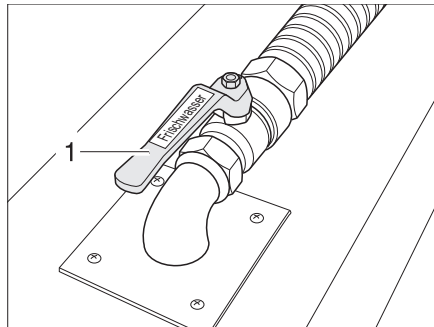

Fig. 256 Robinet de vidange dans le double plancher
Le robinet de vidange (Fig. 256,1) se trouve dans le double plancher. Le robinet de vidange est désigné par l'inscription "Frischwasser" ("Eau fraîche").
- Ouvrir le robinet de vidange (Fig. 256,1). L'eau s'écoule.